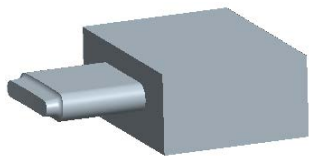

图 31.28 合并后
Step10. 将延伸 1 与拉伸 1 合并为合并 4，合并结果如图 31.28 所示。按住 Ctrl 键，选